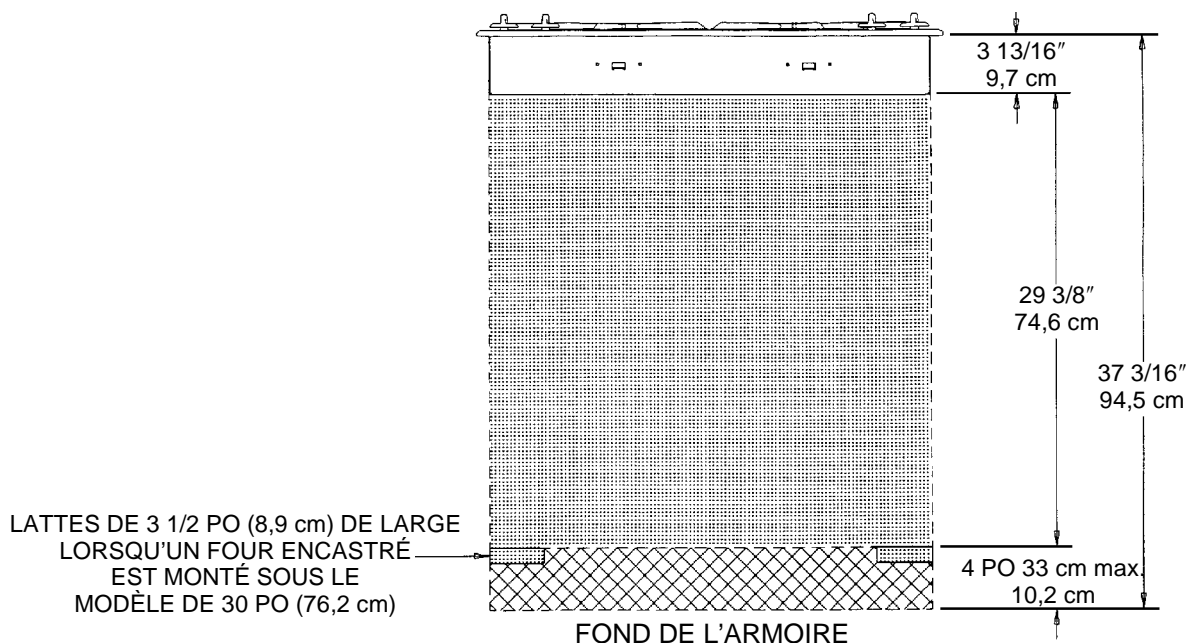

FIGURE 6
REMARQUE 1 : La pose de cet appareil et son raccordement au gaz et à l'électricité doivent être effectués avant la pose du four. Voir les illustrations (Informations sur le câblage électrique, page 7, figure 6) pour l'emplacement recommandé pour le raccordement à l'alimentation électrique.
Cet appareil est équipé d'un cordon d'alimentation avec raccordement à la terre. Il doit être branché dans une prise de courant reliée à la terre. Il est recommandé, pour plus de facilité, que la prise soit placée (en référence à la figure 6) tel qu'indiqué en A ou B ci-dessous :
- Si aucun autre appareil ne doit être posé sous cette plaque de cuisson dans le périmètre de la partie ombrée ou de la partie hachurée indiquée à la figure 6.
- dans la partie hachurée indiquée à la figure 6 ou
Si un four encastré doit être posé sous cet appareil et que la prise de l'appareil monté sur le comptoir doit être posée dans la partie hachurée indiquée à la figure 6 :